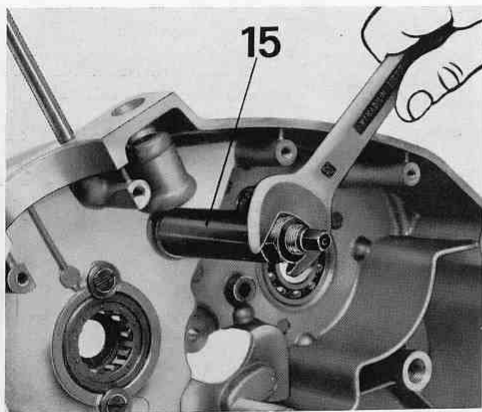

Fig. 23
- la boccola per albero distribuzione con attrezzo n. 55904400 (15 di fig. 23).